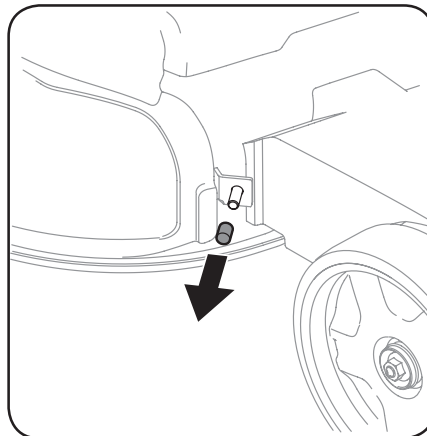

Figura 2-9
- 1. Extraiga la tapa de vinilo del pasador roscado de la plataforma que está delante de la abertura de descarga. Vea la Figura 2-9.